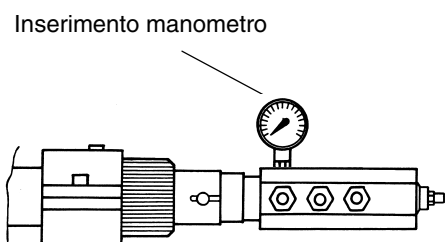

Fig. 14
- 10 La pressione di alimentazione ugello è già pre-tarata in fabbrica e non deve essere cambiata. Solo se necessario, regolare la pressione di alimentazione (vedi relativo paragrafo) nel modo seguente: inserire un manometro nella posizione indicata in Fig. 14 agire sulla vite di regolazione **VR** della pompa (vedi Fig. 13 e descrizione a pag. 10) fino ad ottenere una pressione all'ugello pari a 25 bar (ugelli Fluidics/Bergonzo - vd. grafici a pag. 20);